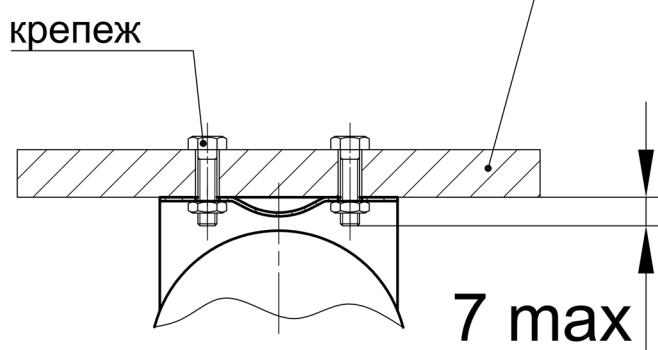

Рис. 2.2 OSP с держателем ж/д.
- ж/д - для подвижного состава железной дороги, см. рис. 2.2;
6.4 ОСП с держателем ж/д монтируется на горизонтальных конструкциях или потолке при помощи болтов, винтов или резьбовых шпилек. Координаты крепежных отверстий держателя и рекомендация по установке крепежа см. рис. 2.2;